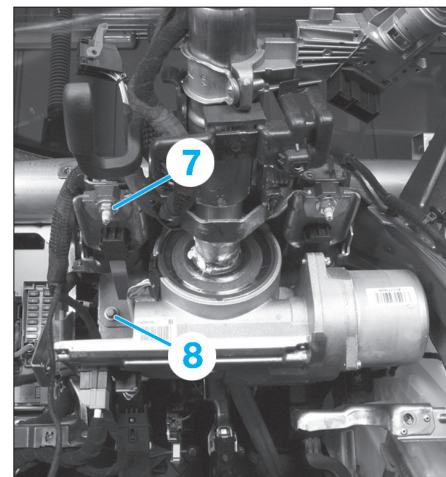

Fig. 13
- Déposer les écrous (7) et la vis (8) fixant la colonne de direction à la traverse de planche de bord (Fig.13).